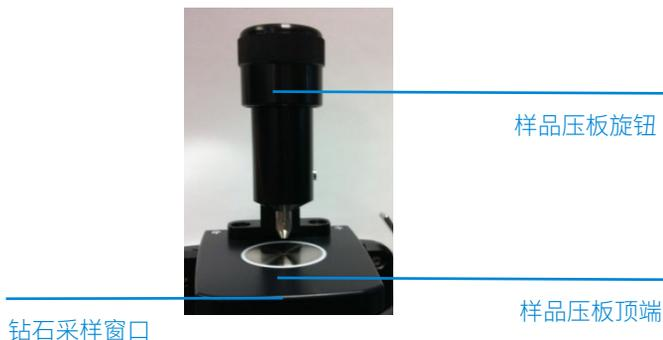

图 5. 钻石 ATR 附件样品压板处于最高位置。
在样品装载和清洁模式下，样品压板应处于最高位置，以使样品压板的顶端远高于钻石采样窗口（见图 5）。在此位置可以方便地接触样品装载区域，以便将样品装入到位并在分析下一样品之前清洁采样面。
- 1 逆时针旋转顶部旋钮打开样品压板，直到到达压板行程的顶部（见图 5）。
- 1 逆时针旋转样品压板旋钮，打开样品压板，使顶端从钻石采样窗口稍稍抬起（见图 5）。